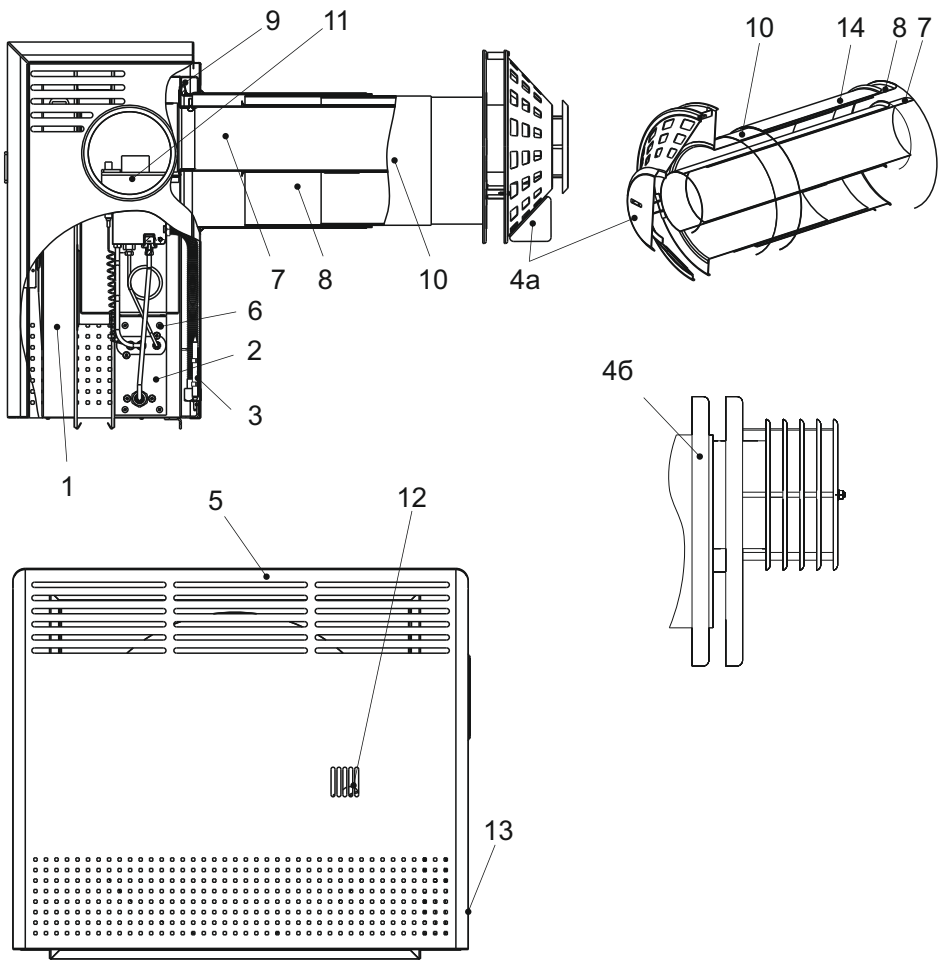

Рис. 1. Будова конвектора
5.1. Конвектор (рис.1) складається з таких основних частин: корпусу із герметичною камерою згорання, димоповітряного блоку, пристрою газопальника, облицювання. Для забезпечення герметичності топки конвектора між корпусом і димарем, пристроєм газопальника, встановлені прокладки з базальтового картону.